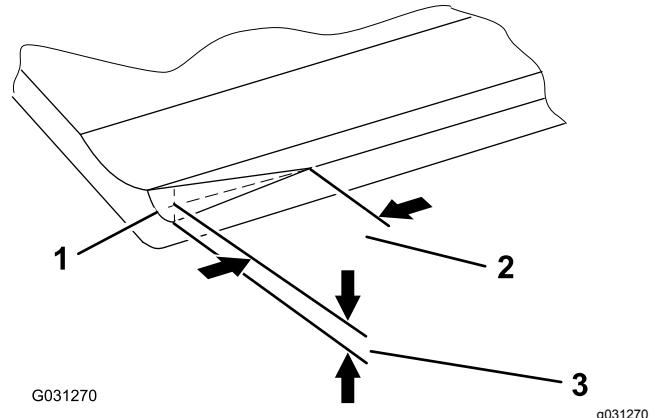

Figura 11
**Nota:** Col tempo, sarà necessario affilare l'imbocco (Figura 11), in quanto è stato progettato per durare solo il 40% della vita della controlama.